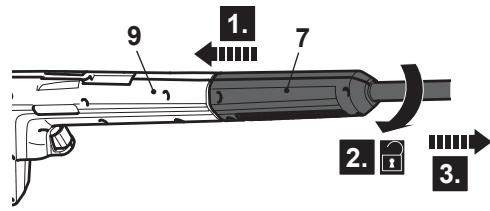

Fig. 6
2. Pressione a lanca extensora (7) na direção da pistola pulverizadora (9) (Fig. 6, passo 1) e rode-a no sentido contrário ao dos ponteiros do relógio (passo 2) para a retirar (passo 3).